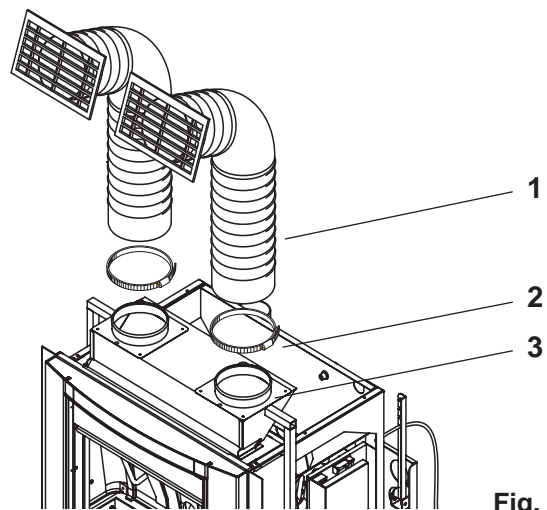

Fig. 6.4.1
Das biegsame Rohr an den Enden greifen und ausziehen, dabei eine drehende Bewegung ausführen (Abb. 6.4.1).
Das Rohr (1) an den Halsen (3) mit den Schellen (2) befestigen (Fig. 6.4.1).